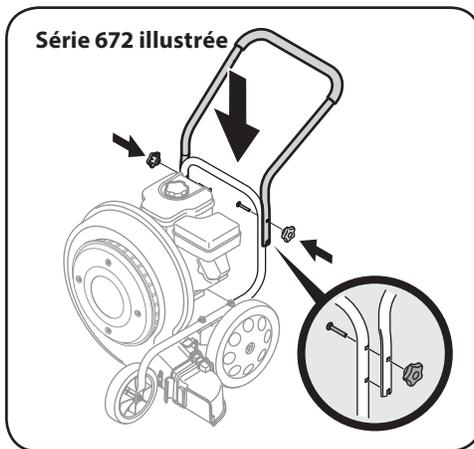

Figure 2-2
2. Placez la poignée supérieure sur la poignée inférieure en alignant les trous supérieurs et les encoches de métal de la poignée supérieure avec les trous supérieurs et inférieurs de la poignée inférieure. Fixez la poignée supérieure à la poignée inférieure avec les boulons de carrosserie (a) et les boutons étoile (b). Voir Figure 2-2.